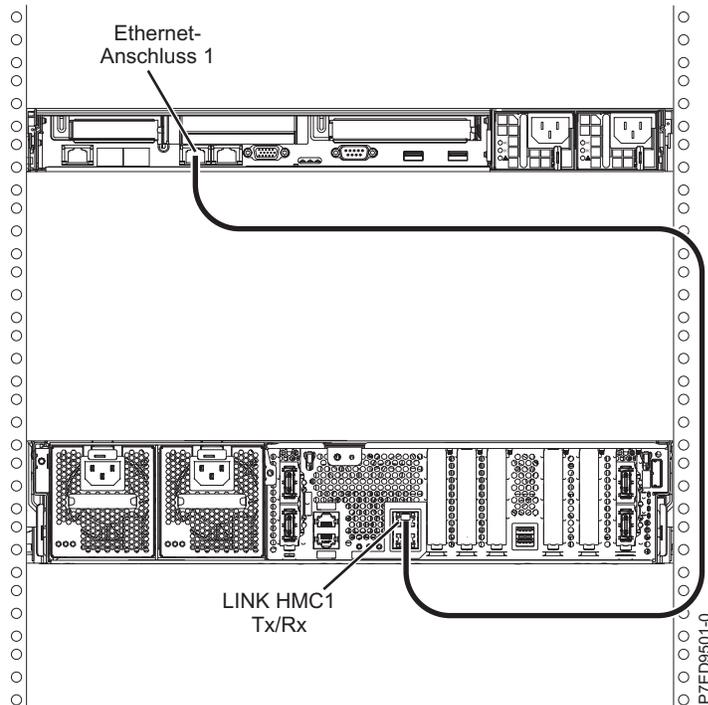

Abbildung 19. HMC an verwaltetes System anschließen
1. Möchten Sie die HMC direkt an das verwaltete System anschließen, schließen Sie den **Ethernet-Anschluss 1** der HMC an den Anschluss **HMC1** des verwalteten Systems an, wie in Abb. 19 auf Seite 17